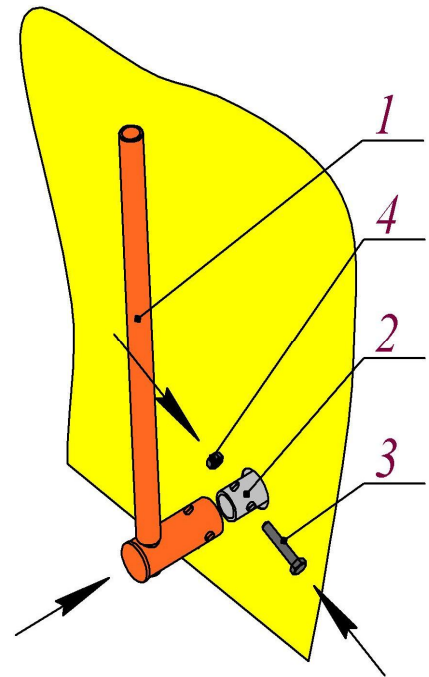

Рис.14. Монтаж рычага штанги:
6.7.5. Рычаг штанги (для котлов Данко-20Т/ТЕ, Данко-35,-50,-80Т/ТЕ), в транспортном положении, вместе с элементами крепления, находится в топке котла. Монтаж необходимо проводить в соответствии с рис. 14.